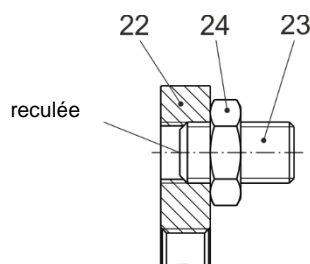

Fig. 14
1. Débloquer le contre-écrou (24).
2. Dévisser les vis sans tête (23), fig. 14.